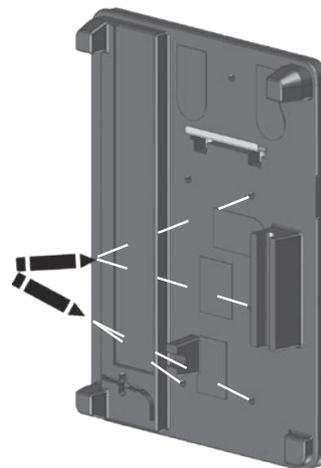
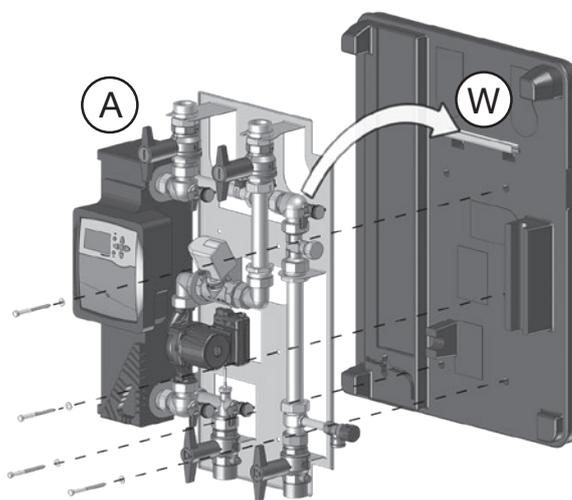

Fig. 4.5: Utiliser la partie arrière de la coquille d'isolation comme gabarit de perçage pour la fixation du groupe de robinetterie
Fig. 4.6: Suspendre le groupe de robinetterie à l'équerre murale
8. Suspendre la partie arrière de la coquille d'isolation (U) à l'équerre murale (W) fixée et l'utiliser comme gabarit de perçage pour les quatre vis prévues pour la fixation du groupe de robinetterie (A) (Fig. 4.5). L'embase et la partie arrière de la coquille d'isolation présentent six perçages.
9. Sélectionner et marquer quatre perçages. Démontez la partie arrière de la coquille d'isolation (U) de l'équerre murale (W), réalisez les perçages et les munir de chevilles (jointes)
10. Suspendre la partie arrière de la coquille d'isolation (U) à l'équerre murale (W).
11. Suspendre le groupe de robinetterie (A) à l'équerre murale (W) et le fixer sur le mur à l'aide de quatre vis M 8 x 100 et rondelles (jointes) (Fig. 4.6).